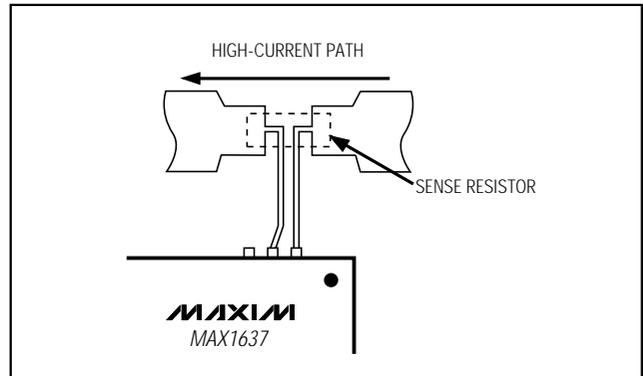

図8. 電流検出抵抗のケルビン接続
- 電流検出抵抗のトレース長をできるだけ短くし、電流を正確に検出するためにケルビン接続にします(図8)。